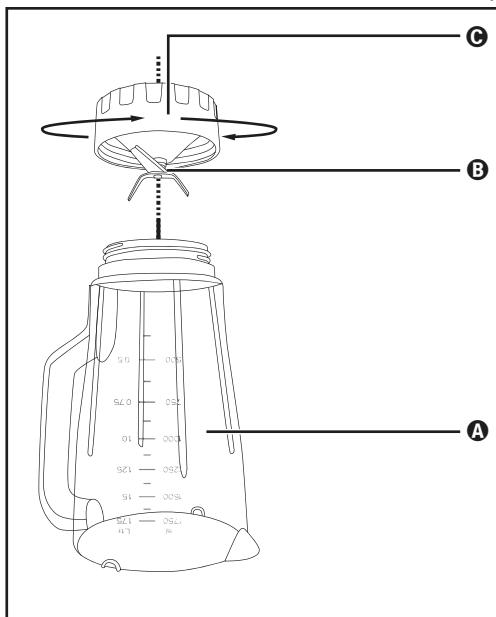

Fig. 3
- 2) Vend produktet på hovedet, og drej den nederste plastdel ❸ på blenderkanden ❹ mod urets retning, så den kan løsnes fra blenderkandens ❹ øverste plastdel ❶ (se fig. 3).